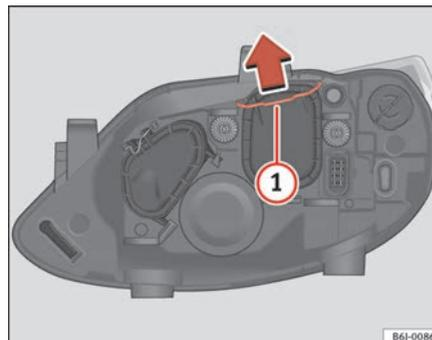

Fig. 135 Luz de cruce
- Desplace el tirante ⇒ página 224, fig. 135 ① en el sentido de la flecha y saque la tapa.